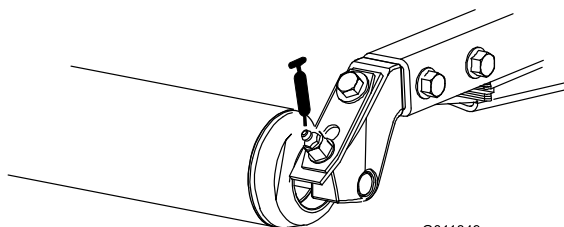

Рисунок 44
- Задние роликоподшипники (по 2 на режущий блок) (Рисунок 44)
Примечание: Для заглубленных масленок на валиках (Рисунок 44) требуется использование переходника к соплу смазочного пистолета. закажите деталь № по кат. 107-1998 у местного официального дистрибьютора компании Togo.